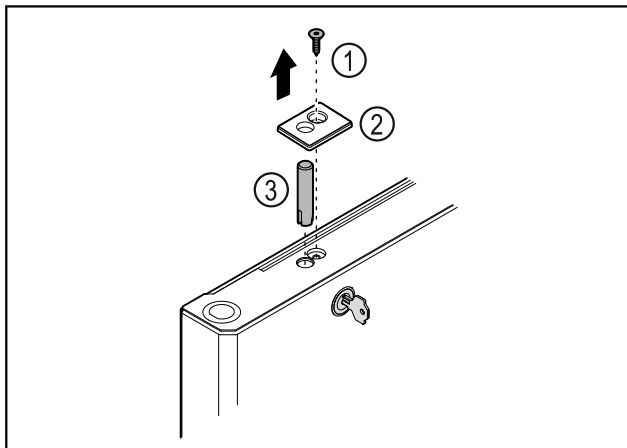

Fig. 37
- ▶ Vegye ki a csavart Fig. 37 (1).
- ▶ Pattintsa ki a burkolatot Fig. 37 (2) egy csavarhúzó segítségével, és vegye le.
- ▶ Húzza ki a zárcsapot Fig. 37 (3).